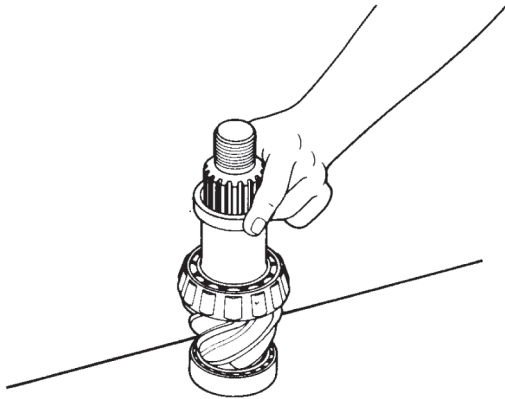

Figura 32
- J - Retire del vástago del piñón, manualmente, las laines de ajuste de los rodamientos. (figura 32).